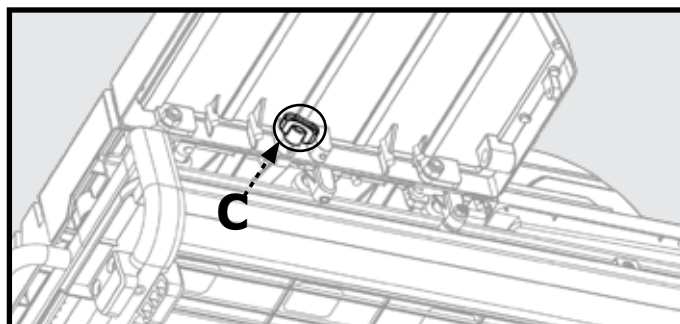

Figura 13
3. Asegure la extensión de la mesa a la mesa de trabajo apretando el tornillo que se encuentra debajo de la extensión de la mesa como se muestra en la Figura 13.